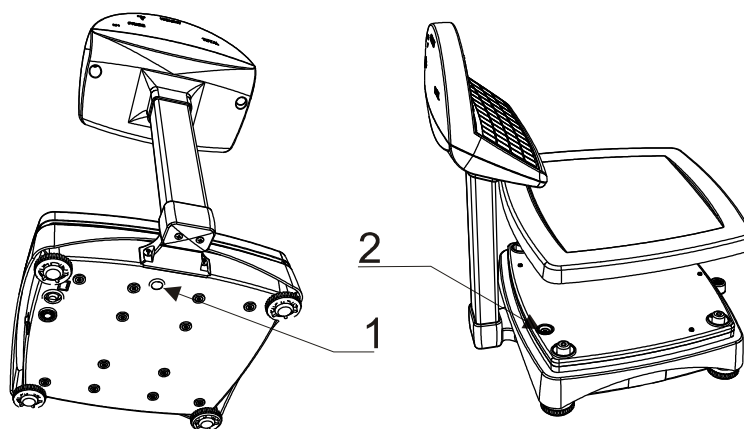

Рисунок 17
2. снять пломбу **1**, расположенную снизу на корпусе весов (см. рисунок 17);